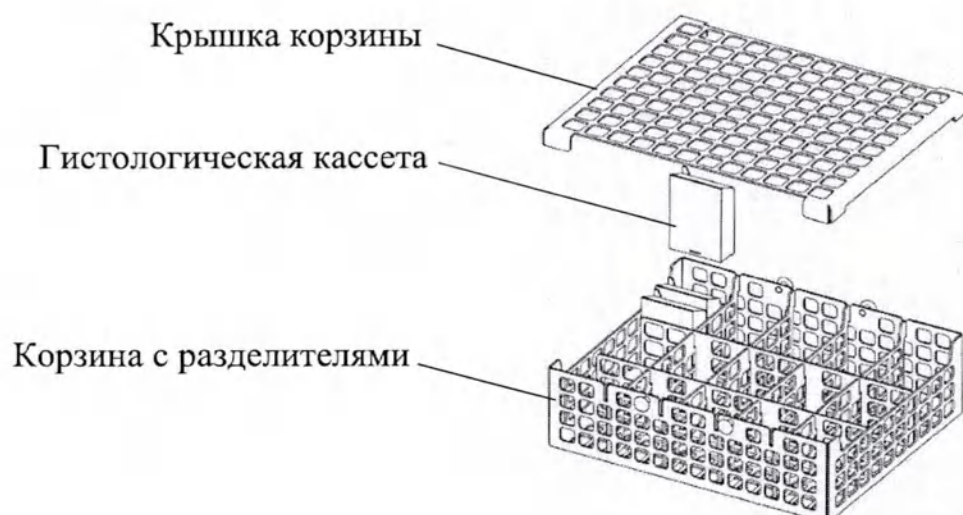
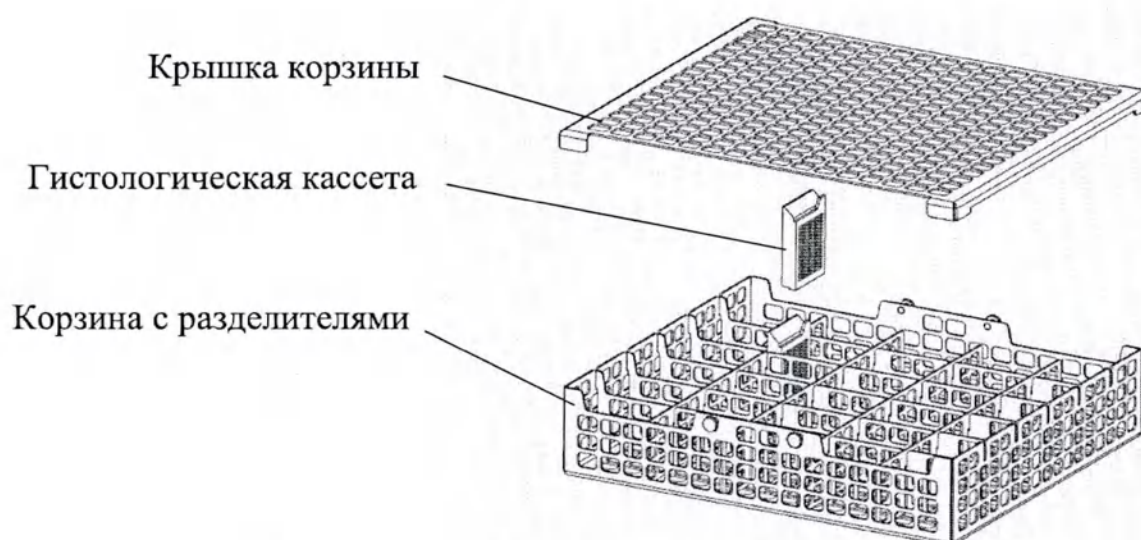

Рисунок 6.4 – Установка гистологических кассет в корзину варианта исполнения NX01.150
Рисунок 6.5 – Установка гистологических кассет в корзину варианта исполнения NX01.300
7. Закройте корзину с кассетами крышкой (Рисунок 6.4 и Рисунок 6.5)